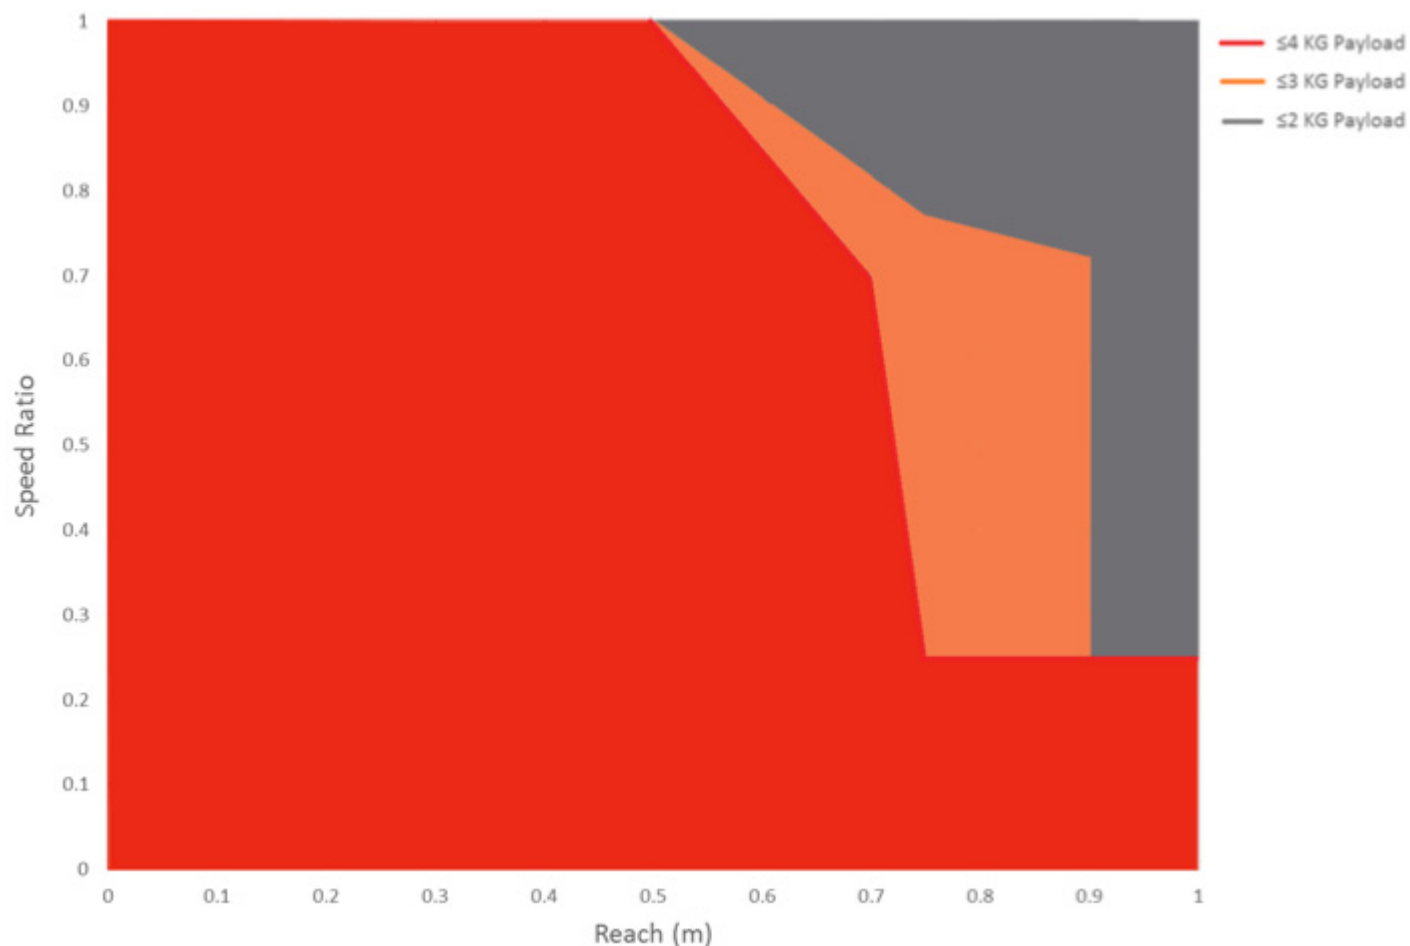

図 D-4 : 最適な性能を得るための荷重とリーチの機能として推奨される速度比。
作業スペース内の Sawyer の場所、エンドエフェクタの設計、速度、加速、リーチおよび荷重の組み合わせにより、ロボットの全体的な性能に影響が出る場合があります。下記のいずれかに該当する場合を除き、図 D-4 を使用して、作業スペースのスピード比率、加速、リーチおよび荷重を表すことができます。
*超加速*加速度設定は、3kg を超える荷重には使用しないでください。通常、*速最大*の加速度設定であり、赤い領域の任意のポイントに適用できます。3 kg 未満の荷重については、*超加速*は最大加速で、図 D-4 の任意の箇所に適用できます。3kg 未満の荷重の場合、*超加速*が最大の加速度設定であり、図 4 の任意のポイントに適用することができます。